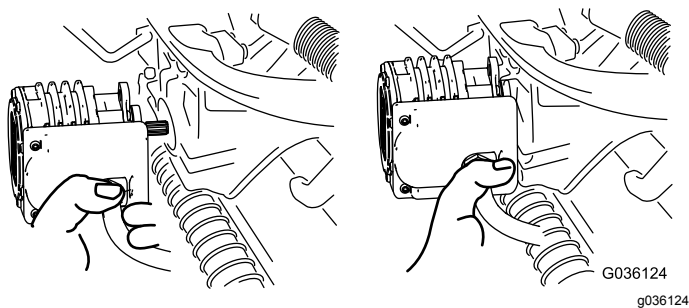

Figura 49
4. Mueva el motor al lugar de almacenamiento en la parte delantera del brazo de suspensión (Figura 49).